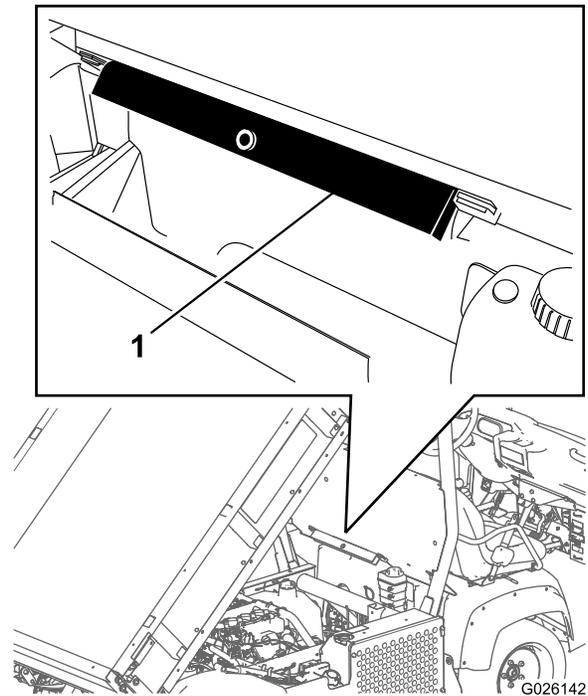

Bild 31
2. Nehmen Sie die Ladepritschenstütze aus den Lagerhalterungen hinten an der Überrollschutzplatte (Bild 31).